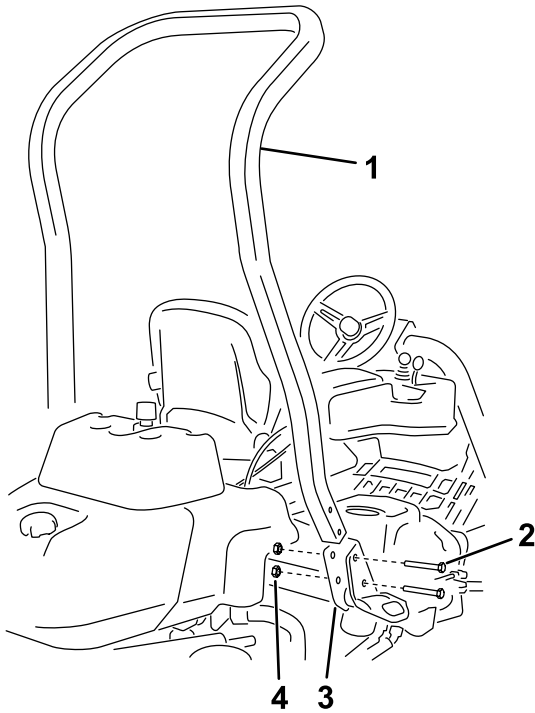

图3
3. 如 图3 所示用 4 个螺栓 1/2 x 3 3/4 英寸和 4 个凸缘螺母 1/2 英寸将翻车保护杆安装到机器两侧的 ROPS 支架上。